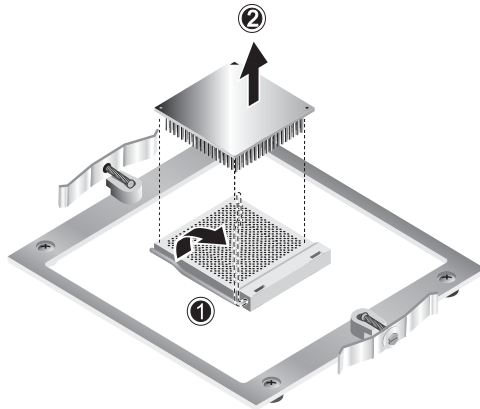

BILD 4-10 Ta bort processorn
10. Tryck först ned och för sedan upp processorsockelns spärrarm till det helt öppna, vertikala läget (se (1) i BILD 4-10).
11. Lyft upp processorn ur sockeln och lämna spärrarmen i det öppna läget (2).